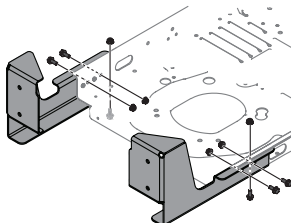

Figure 2
1. Fixez l'ensemble de supports de montage sur l'appareil avec six boulons hexagonaux (710-04043) et six écrous autobloquants à bride (712-04063) de l'ensemble de quincaillerie 689-00567. Voir Figure 2.